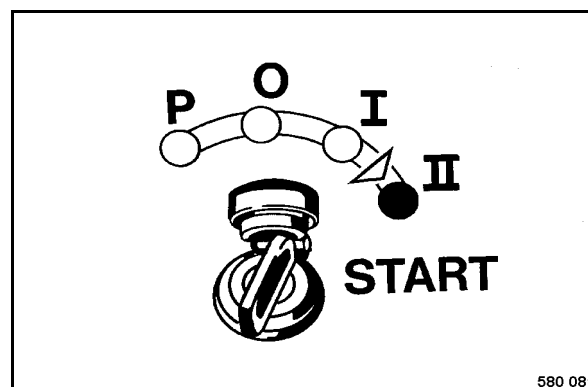

Fig. 92
- Tourner la clé de contact (Fig. 92) sur position "II", démarrage du moteur.